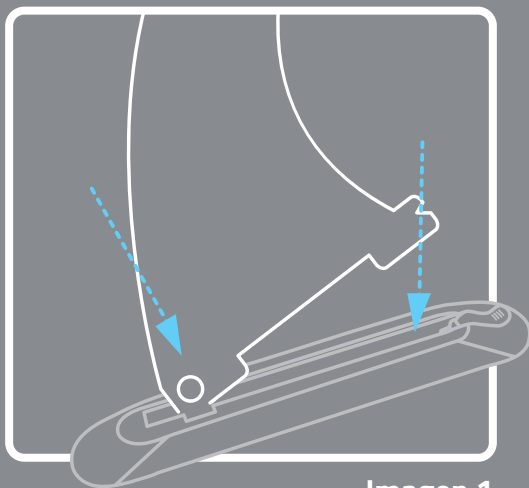

Imagen 1.
- Introduce la quilla en su ranura por el hueco del extremo, **Imagen 1.**